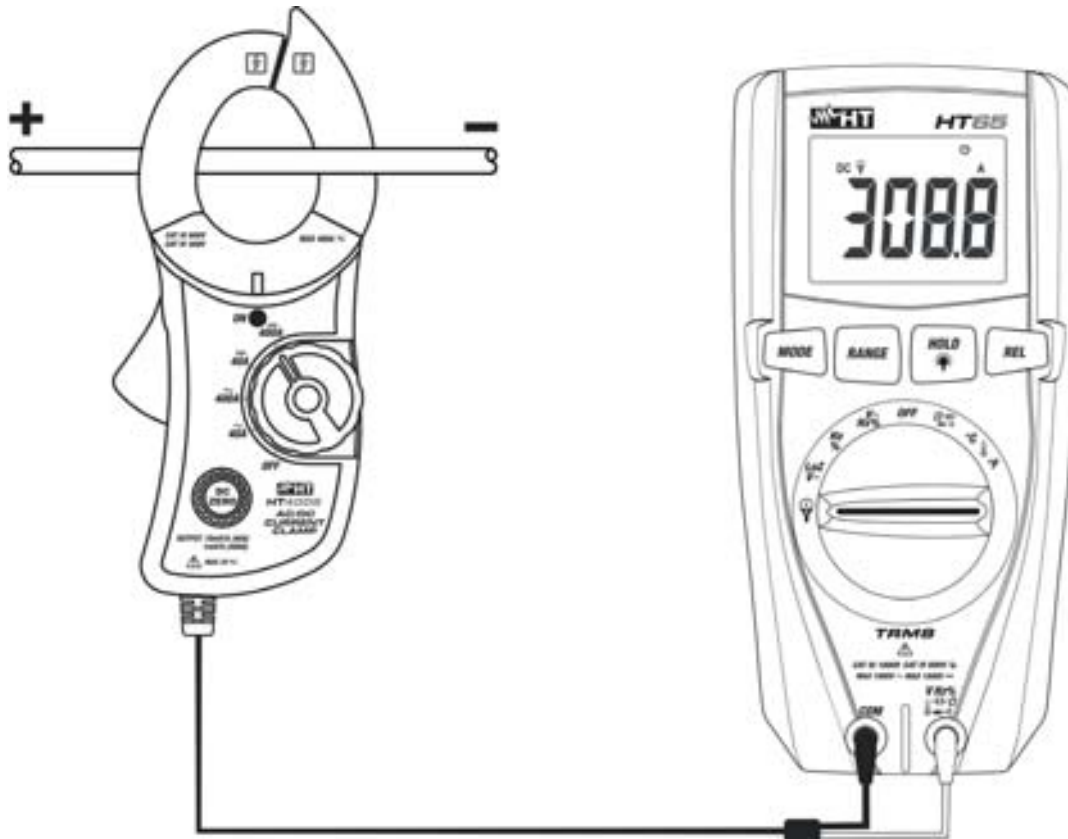

Abb. 10: Verwendung des Messgerätes für die DC Strommessung mit Stromwandler
5. Legen Sie das Kabel in den Stromwandler (siehe Abb. 10). Der gemessene Stromwert erscheint auf dem Display
7. Das Symbol "-" auf dem Display des Gerätes gibt an, dass die Strom die umgekehrte Richtung mit Bezug auf den Anschluss in Abb. 10 hat
4. Legen Sie das Kabel in den Stromwandler (siehe Abb. 10). Der gemessene Stromwert erscheint auf dem Display